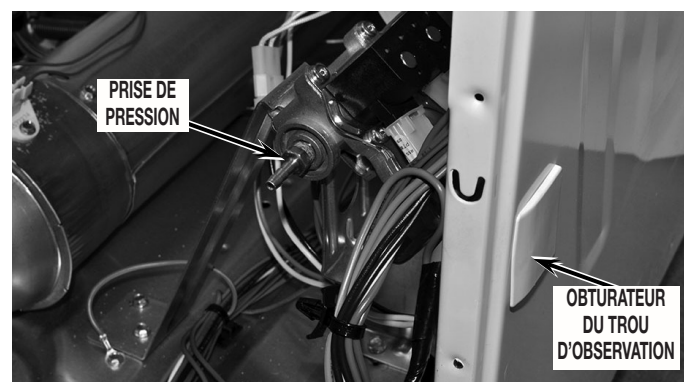

FIGURE 2
- Insérer le raccord de connexion du manomètre; serrer à la force des doigts. Sur le panneau latéral, ôter l'opercule de fermeture du trou d'observation. Voir la Figure 2.